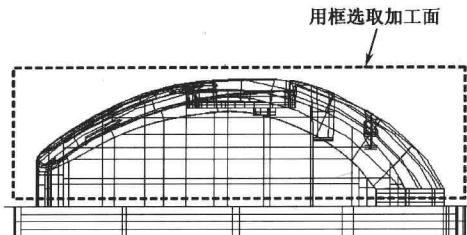

图 1-9 选取加工面
(5) 系统要求选取加工面，将图形放置在前视图，用框选的方法选取加工面，按 Enter 键，如图 1-9 所示。